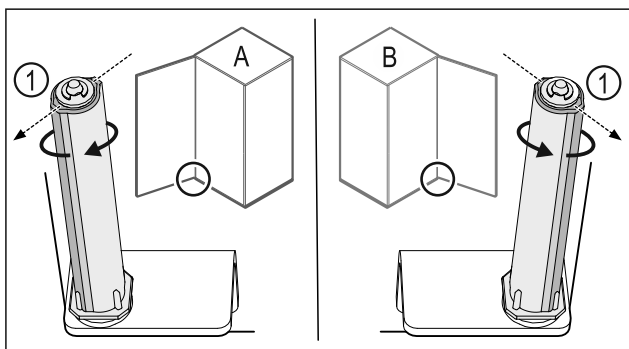

Fig. 40 Bal oldali ütköző (A) / Jobb oldali ütköző (B)
- ▶ Forgassa el a zárrendszert az ellenállással szemben, amíg a zárrendszer Fig. 40 (1) támasztója kifelé nem mutat.